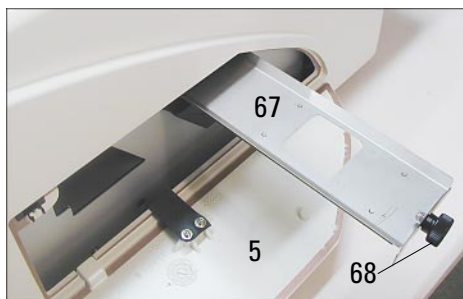

Fig. 32
- Le tiroir à débris (67) se trouve derrière le couvercle de gauche, au-dessus du compartiment de la cartouche d'encre. Il empêche que la poussière de verre et les débris provenant de la glissière ne tombent dans l'appareil. Il faut le nettoyer régulièrement (fig. 32). Pour l'enlever, le tirer par la poignée noire (68).